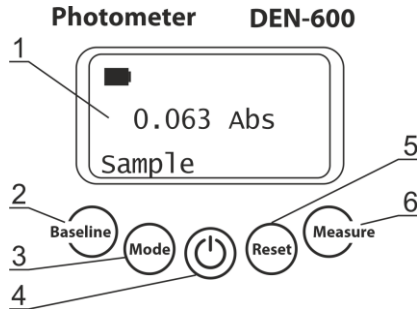
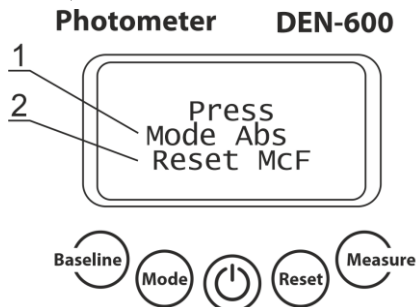

Abbildung 1. Bedienfeld
Abbildung 2. Auswahl des Messmodus
- 5.1 Schließen Sie das externe Netzteil an den Stromkreis an. Schalten Sie das Gerät mit der grünen **Power**-Taste (Abb. 1/4) auf dem Bedienfeld ein.
- 5.2 Auf dem Display (Abb. 1/1) können die folgenden Anzeigen erscheinen:
- Es stehen zwei Messmodi für den Betrieb zur Verfügung - McFarland (McF) und Abs (Absorption), siehe Abbildung 2 und 5.3.
- 5.3 **Auswahl des Messmodus (Abbildung 2).** Auswahl der Messeinheiten durch Drücken der Taste **Reset** für McF (Abb. 1/5) und der Taste **Mode** für Abs (Abb. 1/3).
- 5.4 **Grundlinienkalibrierung.** Das Gerät benötigt eine erste Basislinie (nur im Abs-Modus), z.B. abhängig vom Reaktionsgefäß oder der Farbe der Suspension. Setzen Sie das Reaktionsgefäß mit oder ohne Suspension in das Gerät ein und drücken Sie die Taste **Baseline** (Abb. 1/2).
- 5.5 **Wählen Sie die Betriebsart.** Drücken Sie die Taste **Mode** (Abb. 1/3), um zwischen den verfügbaren Betriebsarten **Sample**, **Save** und **Read** zu wechseln.
- 5.5.1 **Probenmodus** - Messung ohne Speicherung der Ergebnisse. Legen Sie die Probe in das Gerät und drücken Sie die Taste **Measure** (Abb. 1/6). Das Display zeigt das Messergebnis an.